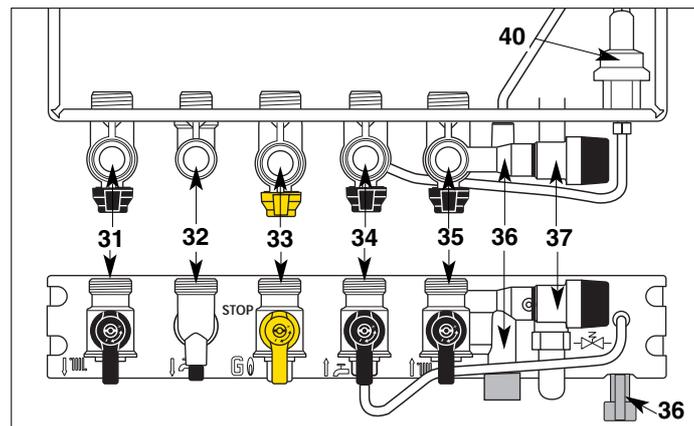

Fig. 22 - vues de dessus et de face
## Barrette robinetterie (fig. 22)
- Coupez l'arrivée du gaz en tournant le robinet "33" (fig. 22, page 20) sur la position «STOP».